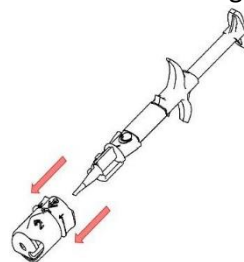

Fig. 3
7. Înlăturați adaptorul și inelul rotator marcat '4' în (Fig. 3) by pulling it off and discard it.